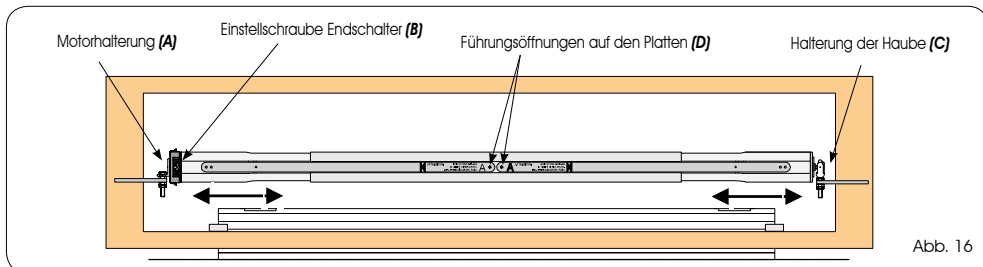

Abb. 16
1. Das Kopfteil des Motors in den auf der Motorhalterung befindlichen Schnellanschluss einsetzen (Abb.16, Bez.A). Der Motor muss so ausgerichtet sein, dass alle Einstellschrauben der Endschalter zugänglich sind (Abb.16, Bez.B).
2. Die Teleskop-Elemente der Elektrowelle so weit schieben, bis die Haube auf dem Lager in der Halterung eingesetzt ist (Abb.16, Bez.C).
3. Sicherstellen, dass die Welle perfekt waagrecht positioniert ist und hierzu eventuell die Höhe der Halterungen (Abb.16, Bez.A-C) über Mutter-Kontermutter ändern.
5. An den Führungsöffnungen auf den Platten (Abb.16, Bez.D) mit einem Eisenbohrer  $\varnothing$  5mm bohren,
6. Die im Lieferumfang enthaltenen selbstschneidenden Schrauben (Abb.1, Bez. 13) in die Bohrlöcher (Abb.16, Bez.D) einschrauben und dadurch die Elemente der Welle fest miteinander verbinden.
2. Die Schraube, mit der die Platte festgezogen ist, lockern (Abb.16, Bez.D)